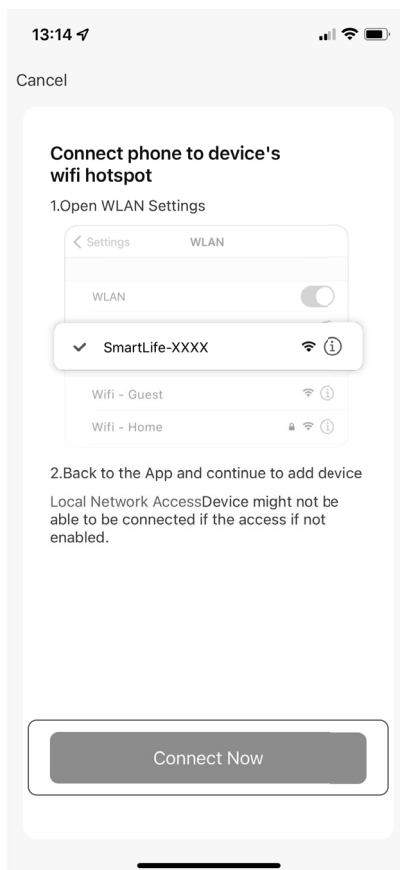

Fig. 8
- Cliccare su CONNETTI ORA in basso nella schermata (**vedere la fig. 8**).